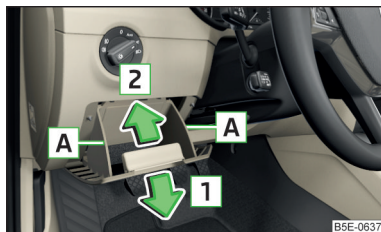

Fig. 343
- › Apucați compartimentul de depozitare din lateral în zona și deschideți-l prin tragere în sensul săgeții (pentru deschidere este necesară aplicarea unei forțe mai ridicate) » fig. 343.